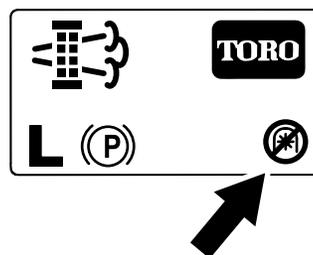

Figura 21
**Nota:** Sulla schermata Home viene visualizzata l'icona di disabilitazione della PDF (Figura 21).
**Nota:** Sulla schermata Home viene visualizzata l'icona di disabilitazione della PDF; fate riferimento a Figura 21 in Messaggi relativi alla rigenerazione parcheggiata \(pagina 9\).